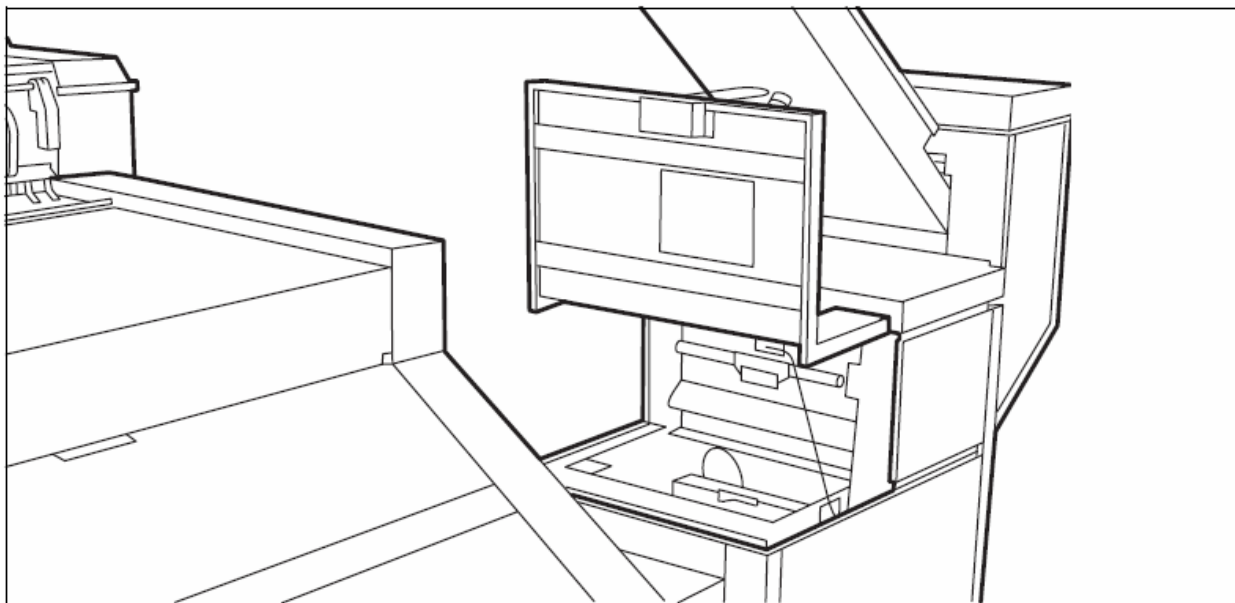

Рисунок 138: Показано, как открывать устройство выдачи
5. Откройте устройство выдачи (delivery unit) (смотрите рисунок 138).